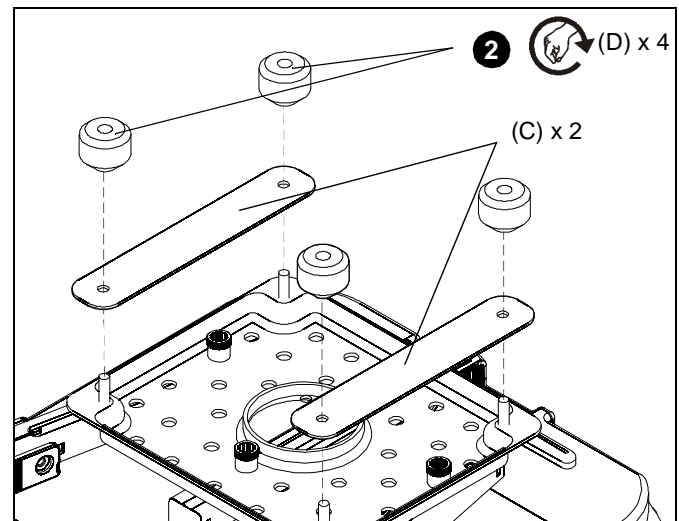

Abb. 10
1. Montieren Sie die Sicherheitsanschlussplatten (C) über den Schrauben an der SLBU-Hauptplatte. (See Figure 10)
2. Montieren Sie die Flügelmutter (D) ein Stück weit auf die Schrauben der SLBU-Hauptplatte. (See Figure 10)